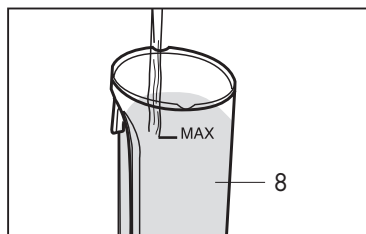

Fig. 2
- Remplir le réservoir jusqu'au niveau maximum indiqué (MAX). (Fig. 2).